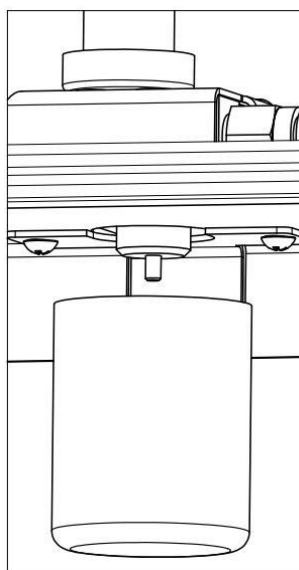

Рисунок 5— Проверка дозатора
9.8.10 Установить под выходной штуцер дозатора чистую ёмкость для сбора газойля; ёмкость предварительно взвесить с точностью $\pm 0,01$ г (см. рисунок 5).